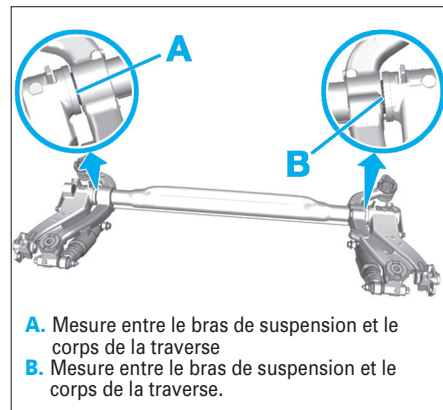

Fig. 59
- Mesurer et relever les cotes "A" (côté gauche) et "B" (côté droit) (Fig.59).